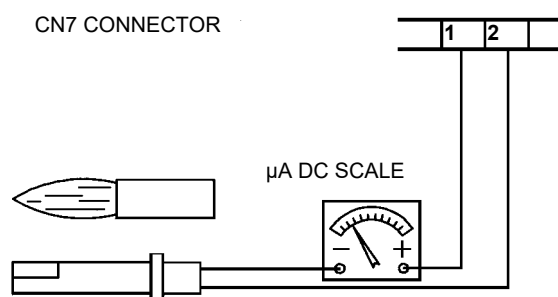

Fig. 56
- Inspecter et nettoyer soigneusement la photorésistance de détection de flamme et la remplacer si nécessaire. En cas de doute, vérifier le courant de détection après le premier démarrage du brûleur en suivant la procédure illustrée à la Fig. 56.
Voir le schéma de la Fig. 56 pour mesurer le courant de détection. Si le signal ne correspond pas à la valeur proposée, vérifier la borne